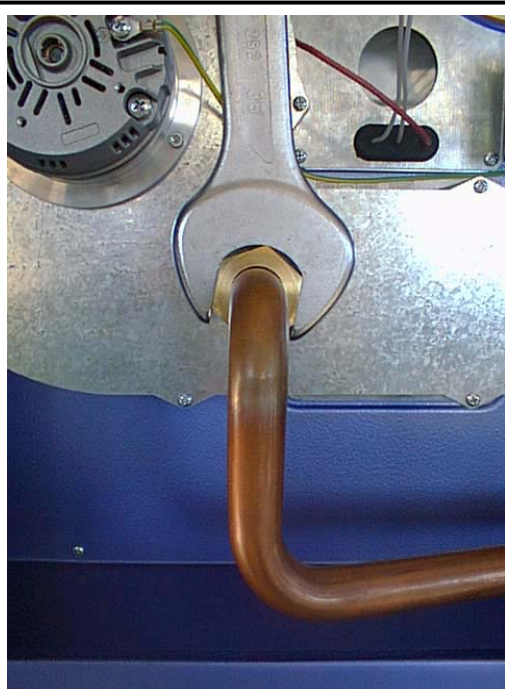

Рисунок 15
- В) Открутите шестигранную кольцевую гайку, которые фиксируют газовую трубу и поддержке сопла (см. рисунок 15). Обратите внимание на внутреннюю круглую прокладку, не утеряйте и не повредите ее.